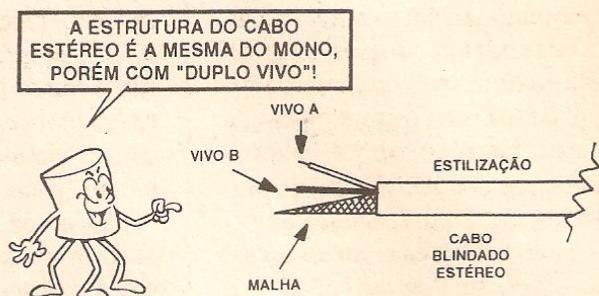

FIG. 9
- FIG. 9 - O CABO BLINDADO ESTÉREO... - Construído de modo semelhante ao cabo mono, porém com dois condutores isolados internos (dois “vivos”, portanto...), o cabo blindado (também chamado de cabo “shieldado” numa corruptela de shield, ou “escudo”, em Inglês...) estéreo tem sua estilização (norma gráfica adotada em A.B.C.) clara mostrada no diagrama... É comum que os dois condutores internos tenham cores diferentes na “vida real” (geralmente vermelho e branco) para que os dois canais de “vivo” possam ser facilmente identificados, nas duas extremidades do